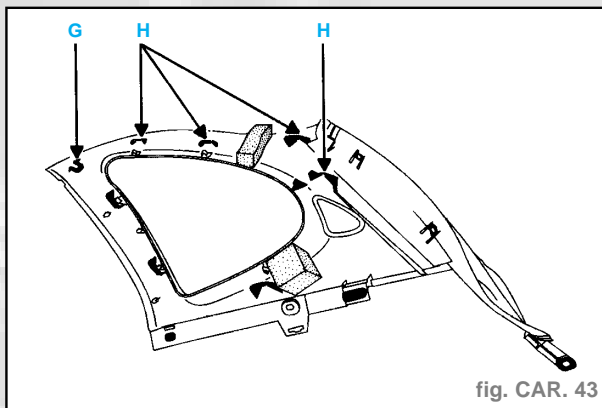

fig. CAR. 43
- Déclipser la garniture de custode en (G) et en (H) (fig. CAR. 43).